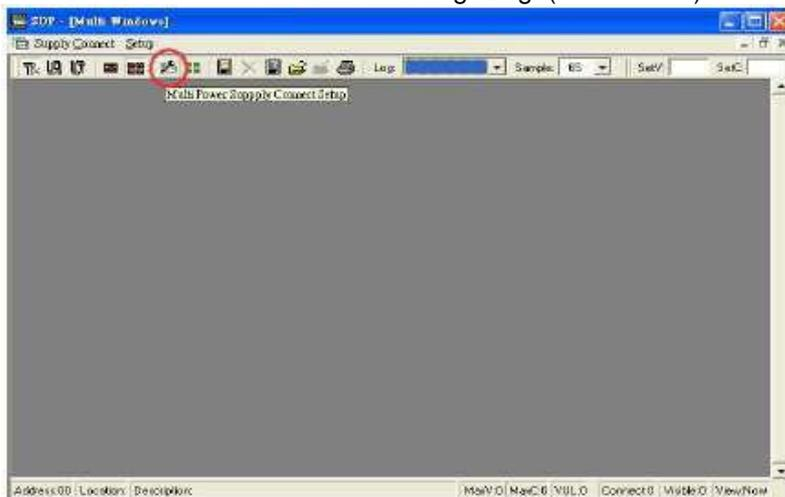
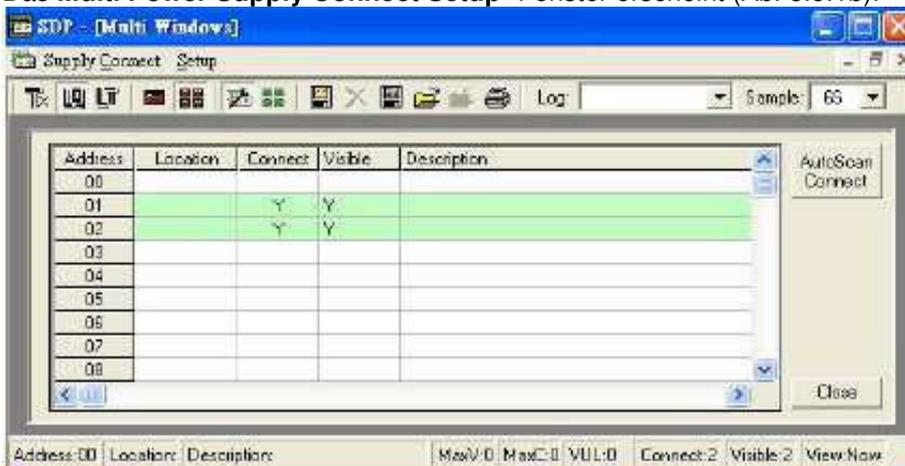

Abb. 8.5.1a Multi-Fenster
Abb. 8.5.1b Setup eines Multi-Netzteil-Anschlusses
2. Das **Multi Windows**-Fenster wird angezeigt (Abb. 8.5.1a).
3. Klicken Sie auf das Symbol (in Abb. 8.5.1a rot umkreist). Das **Multi Power Supply Connect Setup**-Fenster erscheint (Abb. 8.5.1b).
4. Klicken Sie auf **AutoScan Connect**. Das Fenster zeigt alle angeschlossenen Netzteile mit einem "Y" an (s. Abb. 8.5.1b).